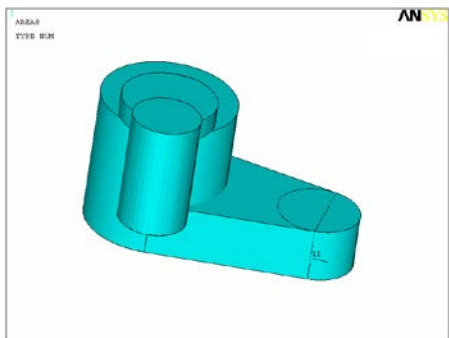

图 3-54 生成两个圆柱体
③创建圆柱体。
①从主菜单中选择 Main Menu: Preprocessor > Modeling > Create > Volumes > Cylinder > Solid Cylinder。
②在创建圆柱体对话框中，WP X 输入 0，WP Y 输入 0，Radius 输入 3.5，Depth 输入 1.5，单击“Apply”按钮。
③WP X 输入 0，WP Y 输入 0，Radius 输入 2.5，Depth 输入-8.5，单击“OK”按钮生成另一个圆柱体。得到两个圆柱体，结果如图 3-54 所示。
④从联轴体中“减”去圆柱体形成轴孔。
①从主菜单中选择 Main Menu: Preprocessor > Modeling > Operate > Booleans > Subtract > Volumes。
②在图形窗口中拾取联轴体及大圆柱体，作为布尔“减”操作的母体，单击“Apply”按钮。
③在图形窗口中拾取刚刚建立的两个圆柱体作为“减”去的对象，单击“OK”按钮，